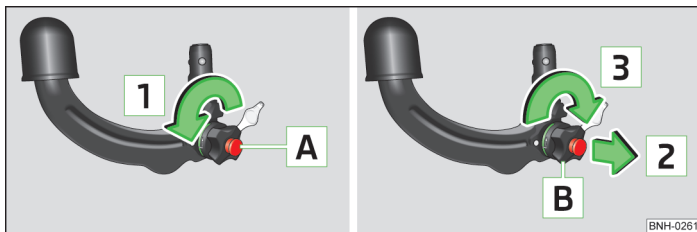

Fig. 105 Reglarea poziției de disponibilitate
- Rotiți cheia **A** în sensul săgeții **1** până la limită » fig. 105.